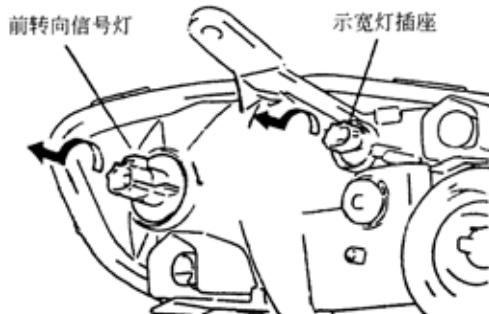

图 9-47
(1)如图 9-47 所示, 连同示宽灯插座一起, 拆下示宽灯。